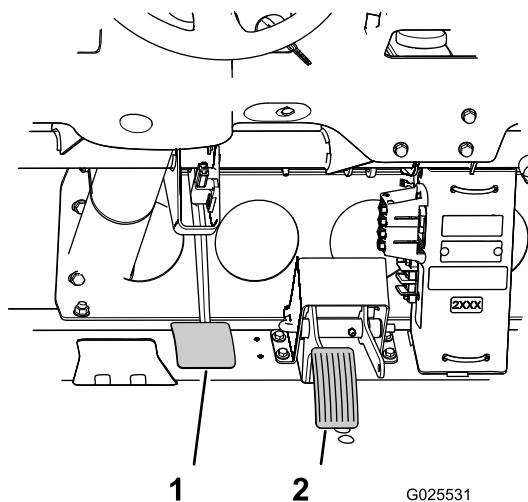

Figura 80
3. Levante o pedal de travão (Figura 80) até que este entre em contacto com a estrutura.